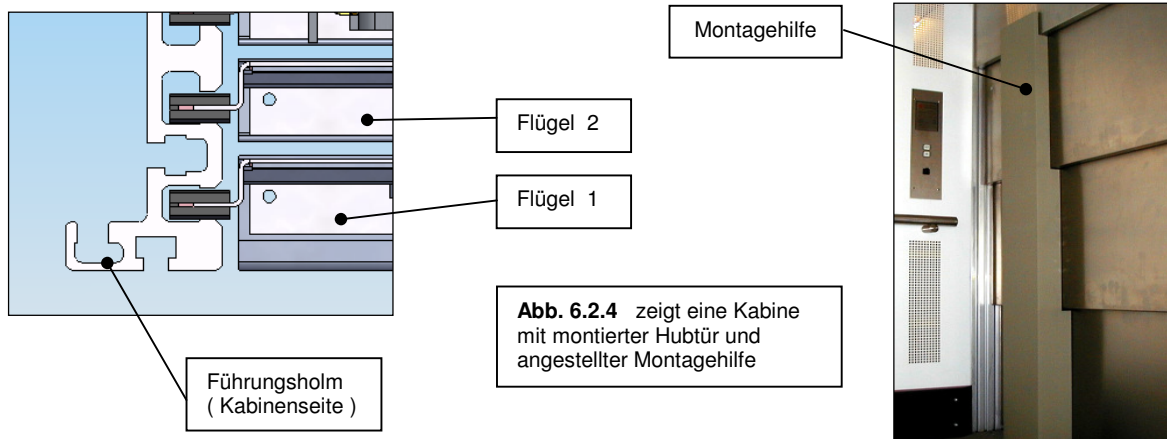

Abb. 6.2.4
5. Flügel 2 - 4 analog dem Ersten einbringen und auf der Montagehilfe ablegen. **Abb. 6.2.4**